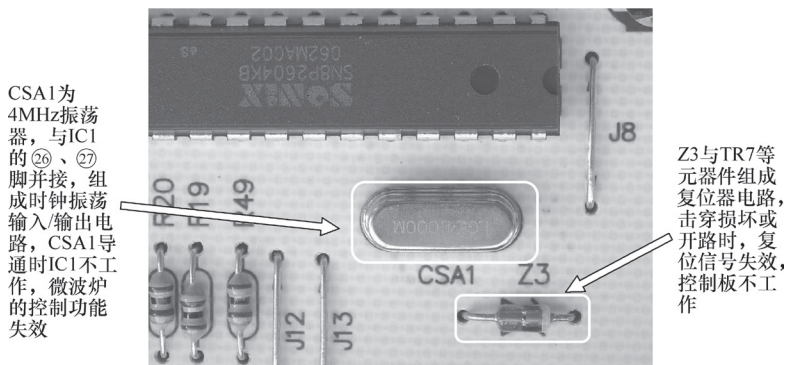

图 4-61 控制板上的时钟振荡元器件
首先检查 +12V 电压正常,指示灯点亮,也说明 +5V 电压正常。因此,这时可检查 IC1 (SN8P2604KB) 单片机的引脚电压及对地电阻值(其正常值见表 4-1)。根据检修经验,应重点检查②⑥、②⑦、②⑧脚及其外围元器件,如图 4-61 所示。